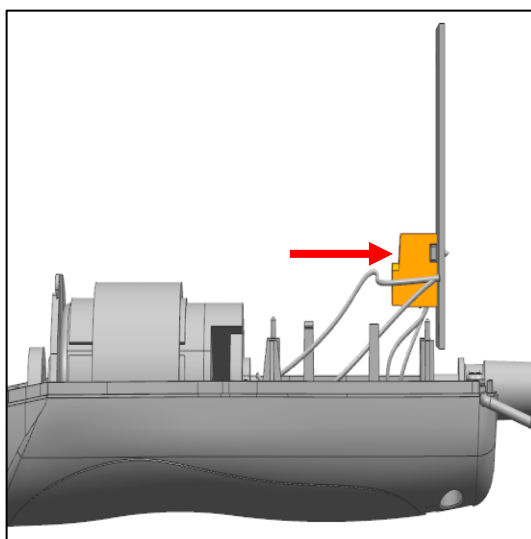
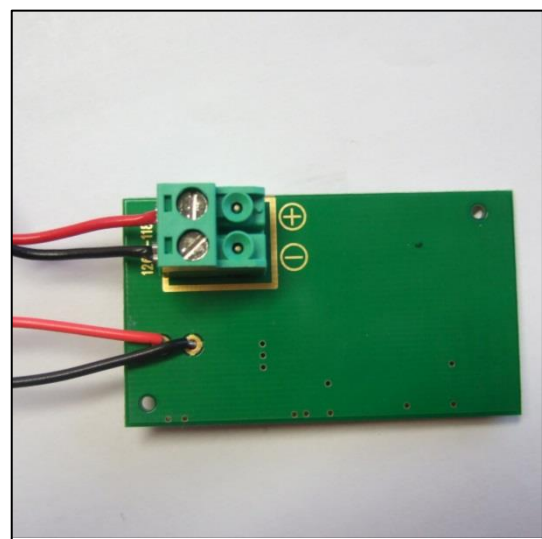

Abb. 36
Abb. 37
- Stecken Sie den Terminalblock (Abb. 36) der Stromversorgung auf die Stifte auf der Platine. Beachten Sie dabei die Polarität und die Lage des Terminalblocks (Abb. 37).